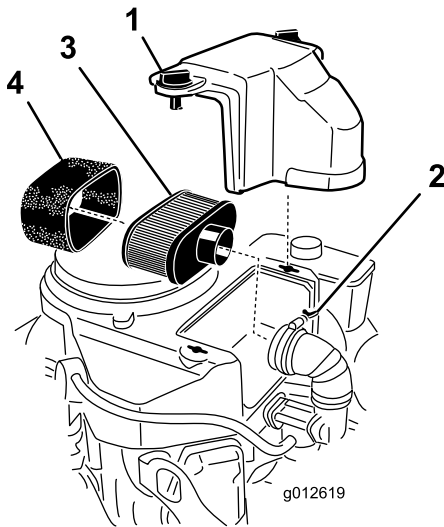

Bild 41
3. Reinigen Sie den Bereich um den Luftfilter herum, um zu verhindern, dass Schmutz in den Motor fällt und Schäden verursacht (Bild 41).
4. Lockern Sie die Handräder der Abdeckung und nehmen die Luftfilterabdeckung ab (Bild 41).
5. Lösen Sie die Schlauchklemme und entfernen Sie den Luftfilter (Bild 41).
6. Ziehen Sie den Schaumstoffeinsatz vorsichtig vom Papiereinsatz (Bild 41) ab.
1. Reinigen Sie den Papiereinsatz durch leichtes Klopfen, um Staub herauszurütteln. Wechseln Sie den Papiereinsatz aus, wenn er sehr schmutzig ist (Bild 41).
1. Schieben Sie den Schaumstoffeinsatz vorsichtig auf den Papiereinsatz (Bild 41).
2. Schieben Sie den Luftfilter auf das Luftfilterunterteil oder den Schlauch und befestigen ihn (Bild 41).
3. Setzen Sie die Abdeckung des Luftfilters auf und ziehen Sie das Handrad der Abdeckung fest (Bild 41).